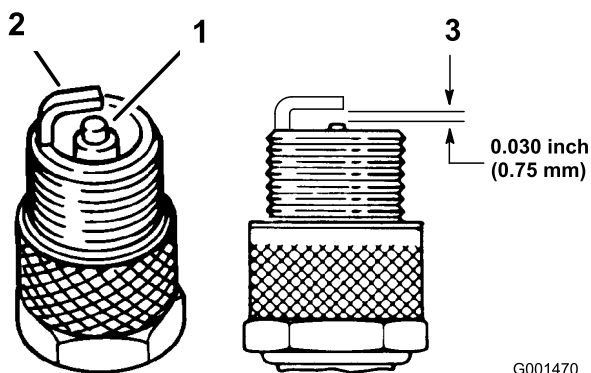

Bild 27
seitliche Elektrode (Bild 27), wenn der Abstand nicht stimmt.
3. Schließen Sie die Zündkerzenstecker an die Zündkerzen (Bild 27).
1. Sehen Sie sich die Mitte der Zündkerzen an (Bild 27). Wenn der Kerzenstein hellbraun oder grau ist, ist der Motor richtig eingestellt. Eine schwarze Schicht am Kerzenstein weist normalerweise auf einen schmutzigen Luftfilter hin.
3. Prüfen Sie den Abstand zwischen den mittleren und seitlichen Elektroden (Bild 27). Verbiegen Sie die